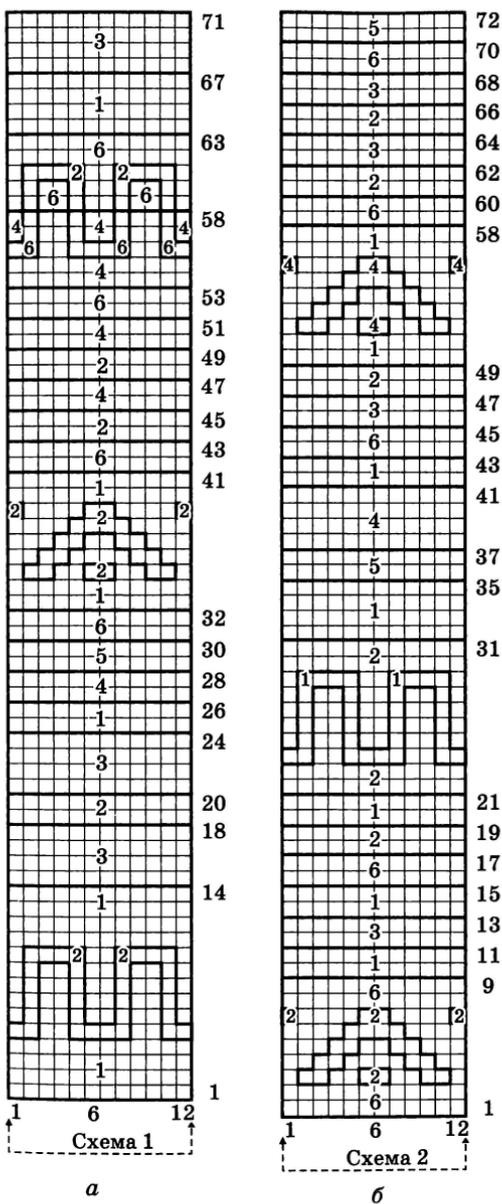

Рис. 77. Схема жаккардового узора для вязания пуловера:
*Жаккардовый узор*: вязать кулирной гладью по схеме (рис. 77).